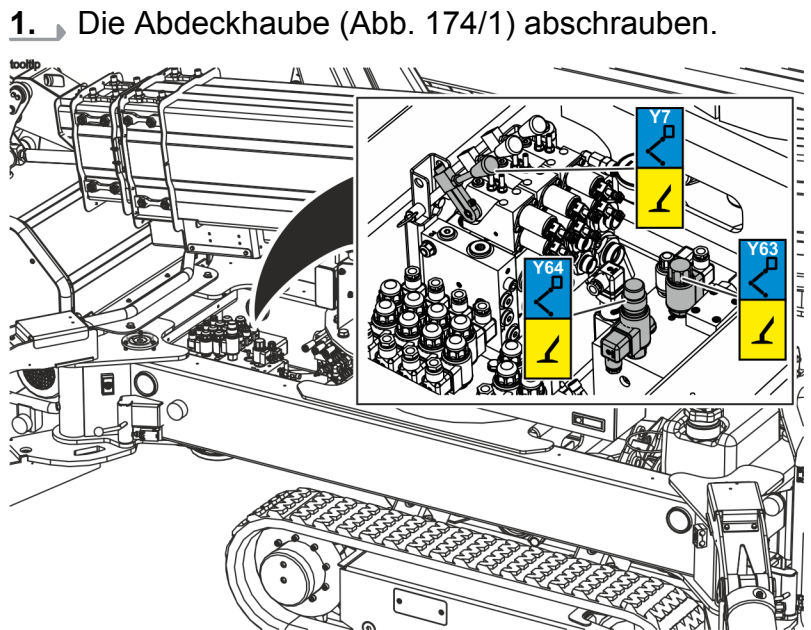

Abb. 175: Ventile Stützen
Das Druckbegrenzungsventil (Abb. 175/Y64) vollständig eindrehen.
3. Die schwarze Kappe vom Freigabeventil (Abb. 175/Y63) abschrauben und die Ventilbetätigung vollständig herausdrehen.
4. Das Ventil (Abb. 175/Y7) nach unten drücken und halten.